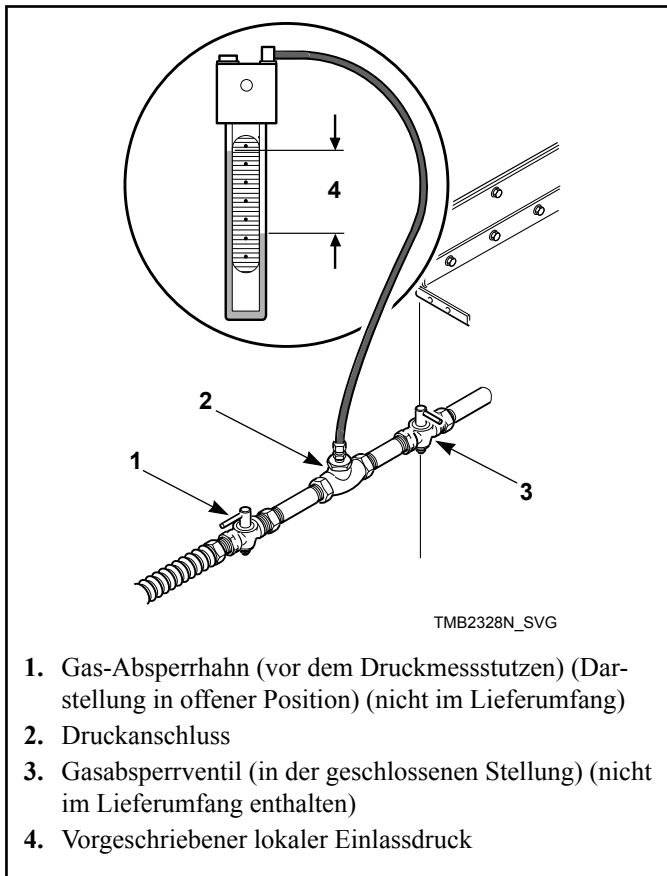

Abbildung 12
1. Die Stromversorgung des Trockners trennen. Das Gasabsperrentventil des Trockners schließen. Siehe *Abbildung 12*.
2. Prüfen Sie den Gasversorgungsdruck und passen Sie ihn ggf. an. Siehe *Abbildung 12* .